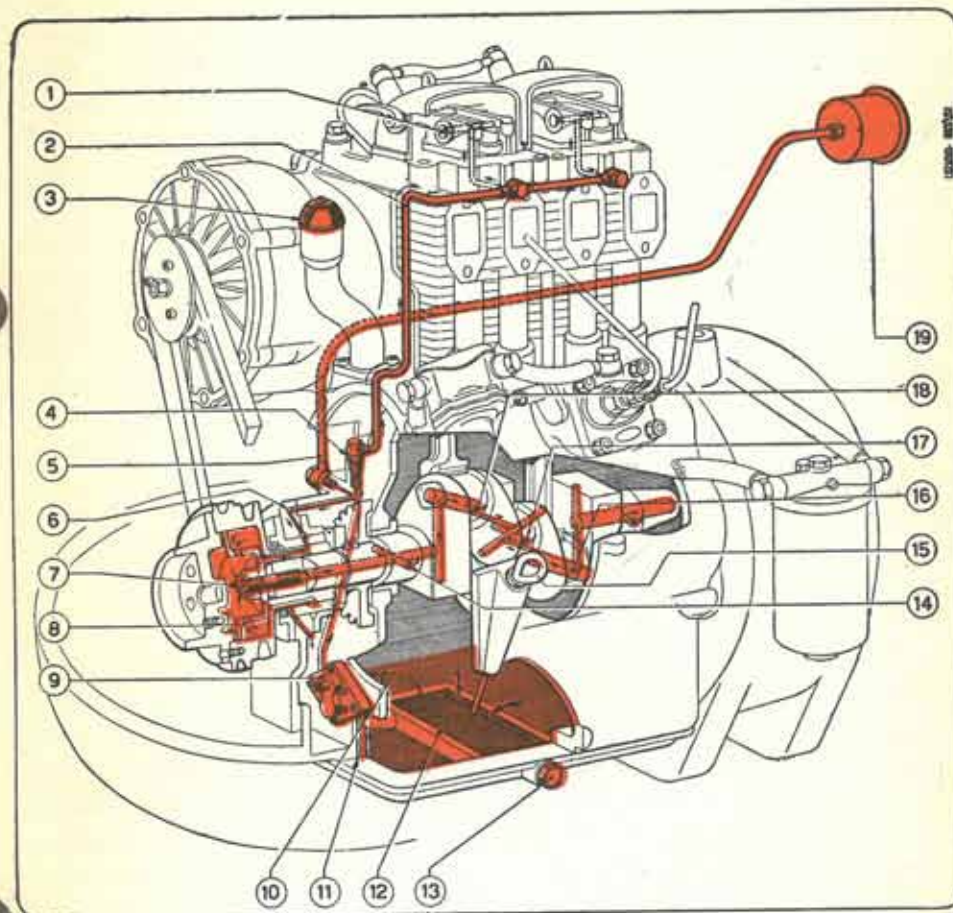

Fig. 6 - CIRCOLAZIONE DEL LUBRIFICANTE
**LUBRIFICAZIONE** (Fig. 6) — La lubrificazione delle bronzine supporto albero a gomito e delle bronzine testa biella è forzata mediante pompa ad ingranaggi 9) alloggiata nel basamento. La pompa, che è azionata direttamente dall'albero a gomiti mediante coppia di ingranaggi cilindrici, è provvista di valvola di corto circuito 10); essa aspira l'olio contenuto nel basamento tramite il condotto 11) e, attraverso il condotto di mandata 6), lo immette in uno speciale filtro centrifugo 8) calettato sulla estremità dell'albero a gomiti opposta al volano. Il filtro provvede a trattenere le più minute impurità presenti nell'olio prima di inviarlo nei condotti dell'albero a gomiti attraverso il foro 7). Il lubrificante raggiunge infine le bronzine di banco tramite i fori 14) e 17) e le bronzine di testa biella attraverso i fori 16) e 18). Il tubo 2) provvede a lubrificare direttamente i perni dei bilancieri attraverso opportuni condotti; l'olio ritorna nel basamento attraverso i tubi di protezione delle aste punterie.